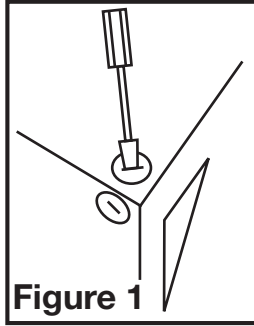

Figure 1
- Choisir un emplacement pour votre ventilateur. Pour assurer la meilleure performance du débit d'air et sonore, il est recommandé que la longueur des conduits et que le nombre de coudes soient gardés au minimum et que des conduits rigides isolés soient utilisés. Ce ventilateur nécessitera au moins 20,3cm (8po) de dégagement dans le plafond ou le mur, et s'installe au travers de cloison sèche d'une épaisseur de jusqu'à 1,9cm(3/4po). Le ventilateur s'installe entre 40,6cm ou 61cm (16po ou 24po) au centre des solives à l'aide des quatre (4) traverses de montage incluses.
- Sélectionner l'alvéole défonçable la mieux appropriée et l'enlever à l'aide d'un tournevis à lame plate (Figure 1).